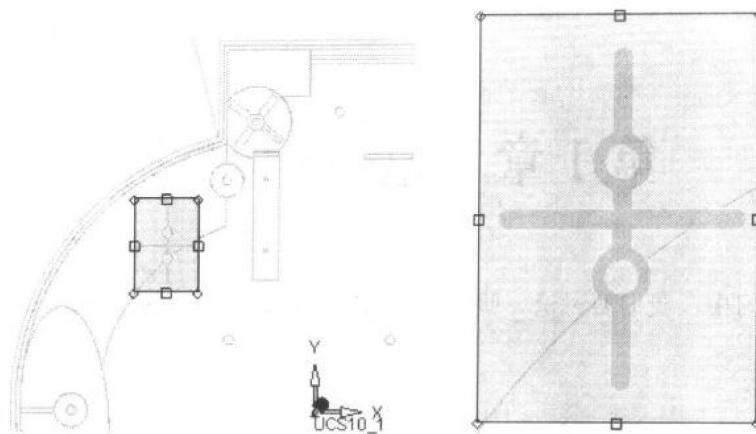
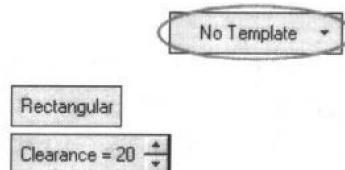

图 1-2
图 1-3
- (6) 设定如图 1-2 所示编辑方框。
- (7) 单击鼠标中键确认，将所选曲面添加到电极中。
- (8) 在特征向导内的 Optional (可选步骤) 项目中选择 Fit To Selection (适当选取) 的图标 。
- (9) 设定图 1-3 中所示的参数并确定。